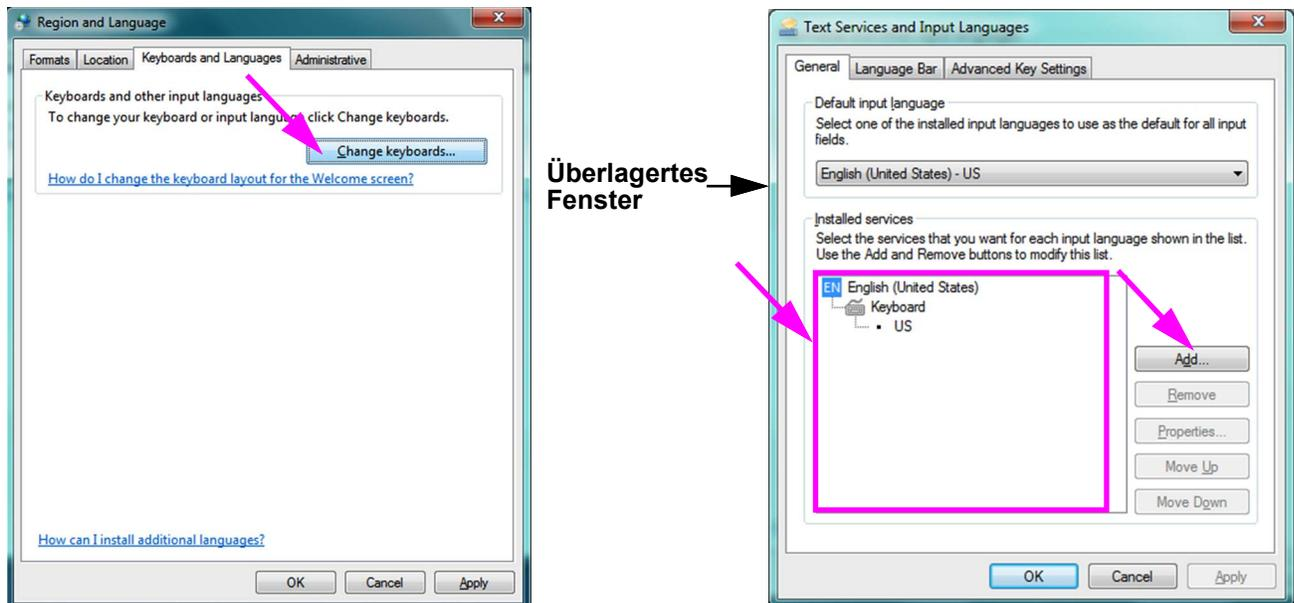

Abbildung C-8. Bildschirme „Region and Language“ (Region und Sprache) und „Text Services and Input Languages“ (Textdienste und Eingabesprachen)
2. Wenn die Registerkarte „Keyboards and Languages“ (Tastaturen und Sprachen) angezeigt wird, klicken Sie auf die Schaltfläche **Change Keyboards... (Tastaturen ändern...)** (vgl. Abbildung C-8). Ein Overlay-Fenster erscheint, in dem die „Installed Services“ (Installierten Dienste), d. h. die verfügbaren Sprachmodelle für die Tastatur, aufgeführt sind.
Falls die gewünschte Sprache im Feld „Installed Services“ (Installierte Dienste) nicht vorhanden ist, klicken Sie auf die Schaltfläche **Add (Hinzufügen)** (vgl. Abbildung C-8).